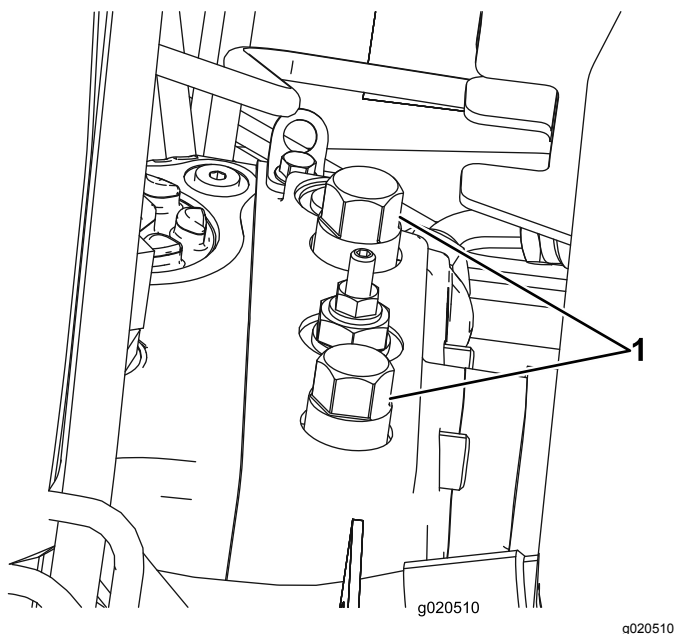

Figura 16
1. Abra o capot e localize as válvulas de distribuição (Figura 16) na parte superior da bomba, por detrás das caixas da bateria/armazenamento.